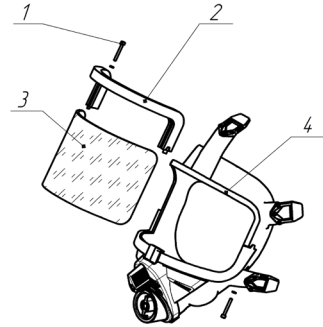

Рис. 9
1. Відкрутіть гвинти (рисунок 9, поз.1) з оправи візора (рисунок 9, поз. 2).
3. Дістаньте візор (рисунок 9, поз.3) з пазу корпусу маски (рисунок 9, поз.4).